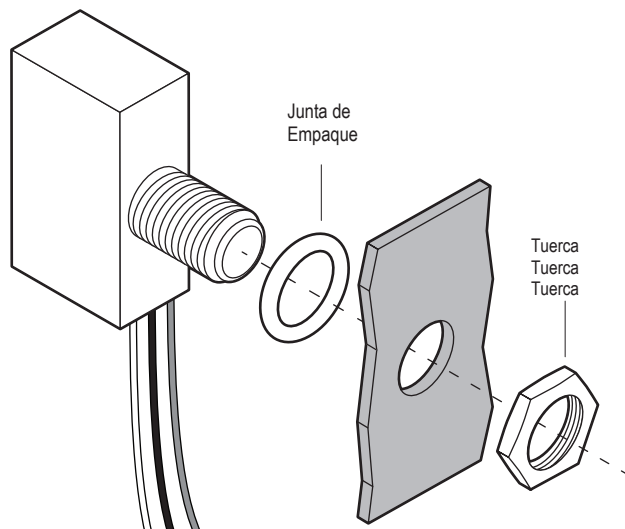

FIG. 1. Montaje de fotocelda
tuerca. NO MONTE CON LOS CABLES HACIA ARRIBA. Consulte la FIG. 1.
2. Montez le photocontrôle en utilisant le joint et l'écrou fournis. NE PROCÉDEZ PAS AU MONTAGE AVEC LES FILS ORIENTÉS VERS LE HAUT. Reportez-vous à la FIG. 1.
2. Monte el control fotelectrónico usando la junta y la tuerca incluidas. NO INSTALE CON LOS CABLES HACIA ARRIBA. Consulte la FIG. 1.